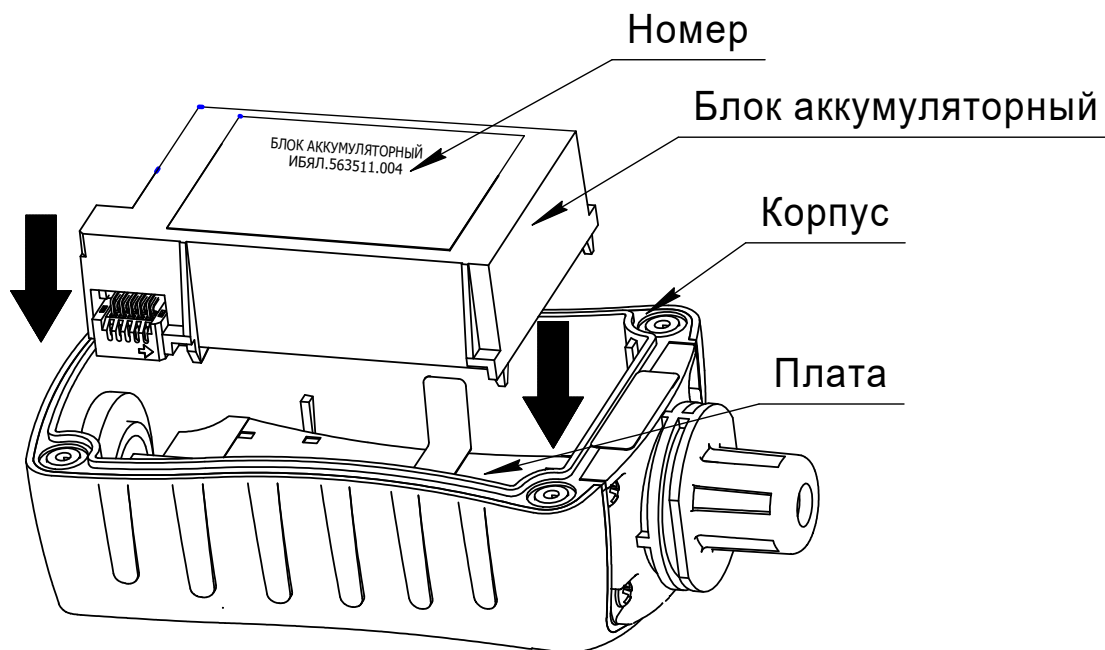

Рисунок 4.1 – Замена блока аккумуляторного
- о **ВЫКЛЮЧИТЬ** сигнализатор, вывинтить четыре винта на задней крышке сигнализаторов и снять заднюю крышку (см. рисунок 4.1);